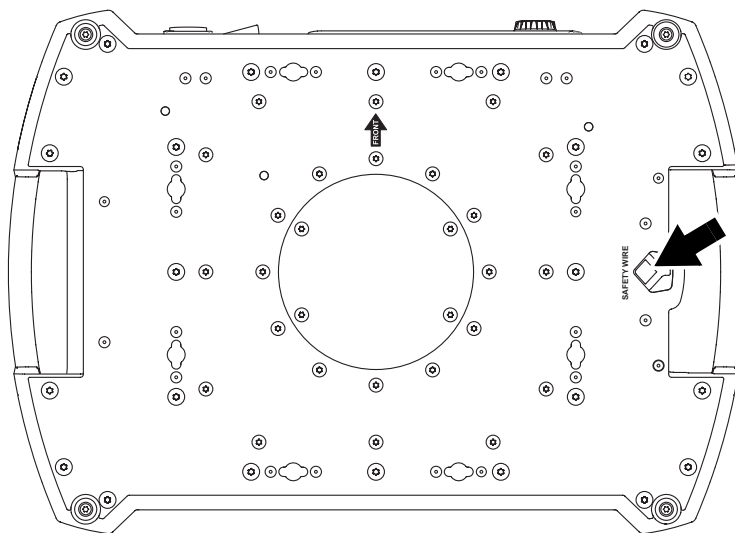

Figure 6: Point de fixation de l'élingue de sécurité
6. Voir Figure 6. Installez une élingue de sécurité homologuée pour le poids de l'appareil. Bouclez-la dans le point de fixation (indiqué par une flèche) sous la base de l'appareil et autour du point d'accroche secondaire. Si l'accroche primaire cède, c'est l'élingue de sécurité qui retiendra le projecteur.